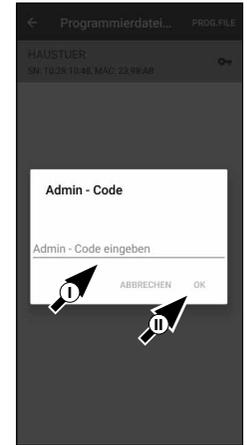

Abb. 98
- 8 Im Folgenden werden Sie aufgefordert, Ihren Admincode einzutippen (I) und mit „OK“ zu bestätigen (II) (Abb. 98).